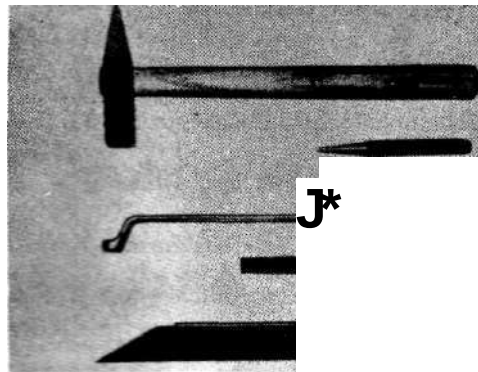

Bild 4- 100
1. Olpumpe auf Förderung prüfen (Bild 4 - 101).